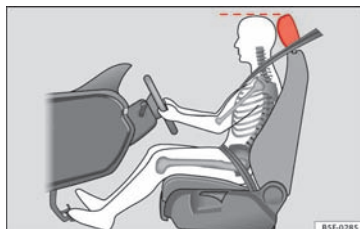

Fig. 84 Korrekt indstilling af førerens hovedstøtte
- Indstil hovedstøtterne således, at hovedstøttens øverste kant er på højde med den øverste del af dit hoved » Fig. 84.